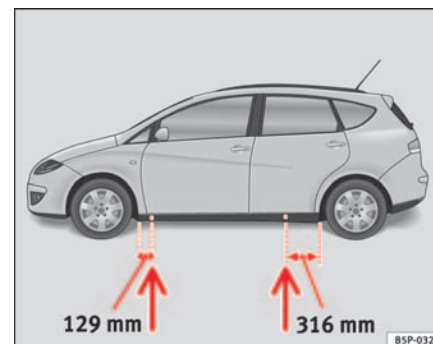

Fig. 173 Puntos de apoyo del gato
- Busque en el larguero inferior del vehículo el punto de apoyo mas cercano a la rueda pinchada ⇒ **página 251, fig. 173**
En el larguero inferior van marcados los lugares en los que se puede apoyar el gato ⇒ **página 251, fig. 173.** Se ha previsto un lugar para cada rueda. El gato no debe colocarse en otros lugares.